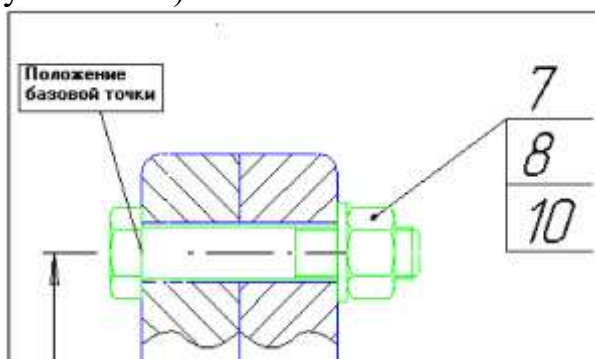

Рисунок 11.16 – Совмещение базовой точки созданного системой фантома с базовой точкой оригинала
16. В окне **Болт – Шайба – Гайка** установите флажок **Создавать объект спецификации** (рисунок 11.16) и щелкните на кнопке **Ok**. Из атрибутов стандартного изделия, хранящегося в библиотеке вместе с его изображением, будет сформирована текстовая часть объекта спецификации.
17. С помощью привязки Ближайшая точка совместите базовую точку созданного системой фантома с базовой точкой оригинала, и щелчком мыши зафиксируйте ее (рисунок 11.16).